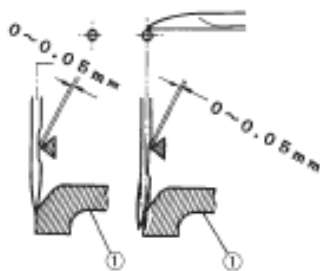

Fig. 13
The clearance between the right needle and the looper point is 0 - .05mm. To adjust, loosen screw (item 3) and move needle guard (rear) (item 1) back or forth (see Fig. 13).
El espacio libre entre la aguja de la derecha y la punta del Engazador es de 0 - .05 mm. Para ajustar, afloje el tornillo (art.3) y mueva el salvagujas (posterior) (artículo 1) hacia atrás o hacia adelante (vea Fig. 13).